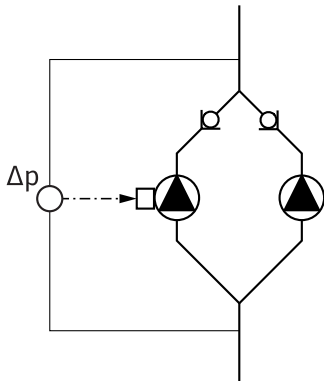

Fig. 13: Pavyzdys, diferencinio slėgio jutiklio jungtis
- Fig. 13 pateiktame pavyzdyje valdantysis siurblys yra tekėjimo kryptimi kairėje esantis siurblys. Prie šio siurblio jungiamas diferencinio slėgio jutiklis.
Valdančiojo siurblio diferencinio slėgio jutiklio matavimo taškai turi būti atitinkamame surinkimo vamzdyje sistemos su dvigubu siurbliu įsiurbimo ir slėgio pusėje (Fig. 13).